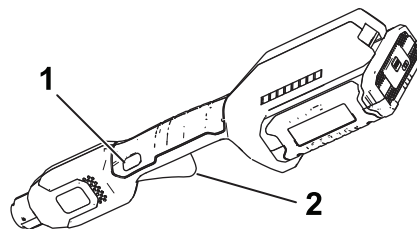

Figure 8
4. Pour mettre la débroussailleuse en marche, appuyez sur le bouton de verrouillage, puis serrez la gâchette de vitesse variable (Figure 8).